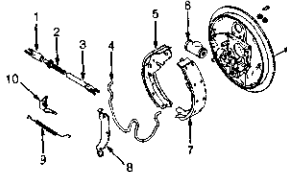

图4-3 后鼓式制动器解体
1) 顶起并支牢汽车:作标记标明车轮与车轮螺栓之间的位置关系。卸下后轮。卸下制动钳和安装支架。卸下后转子盘。安装制动鼓-蹄片间隙测量仪(J-41713),并使其接触到盘式制动器转子盘轮毂的内径。在最宽的地方将测量仪放置在蹄片上。转动调整螺钉,直至蹄片衬层恰好接触到测量仪为止(图 4-3)。
卸下后盘式制动蹄片,参见6款。松开驻车制动拉索,并卸下驻车制动执行器。卸下防抱死制动系统线束和电气接头。作标记标明后轮与轮毂之间的位置关系以便再装配。卸下后轮毂安装螺栓。从汽车上卸下后轮毂;卸下驻车制动蹄片。清理驻车制动调节器并重新设置(图4-3)。